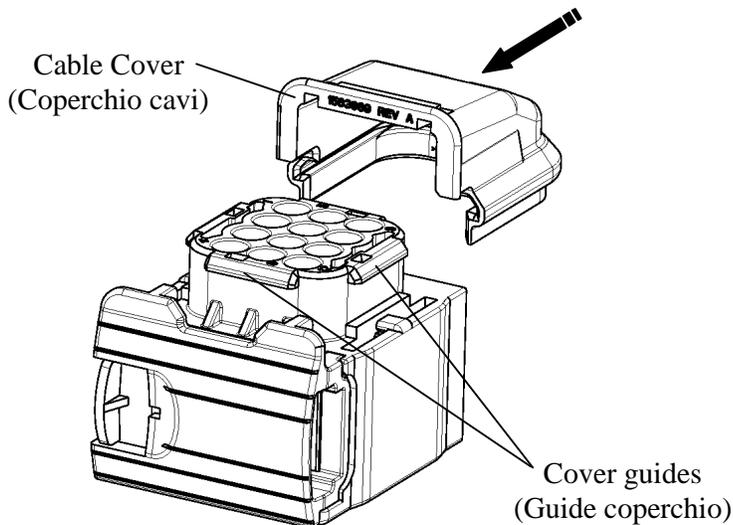
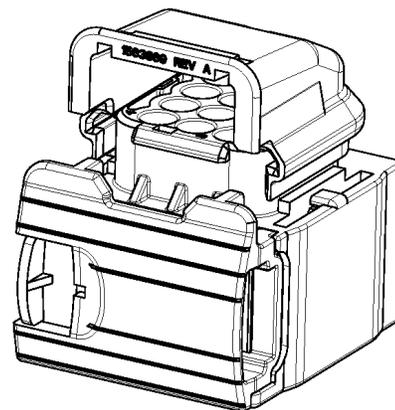

Fig. 8a
Fig. 8b
insert the cover on the guides existing on female housing (Fig. 8a) till the part is locked, as shown in Fig. 8b.
*inserire il coperchio sulle guide ricavate sul blocchetto porta-femmine (Fig. 8a) fino all'avvenuto scatto, come mostrato in Fig. 8b.*